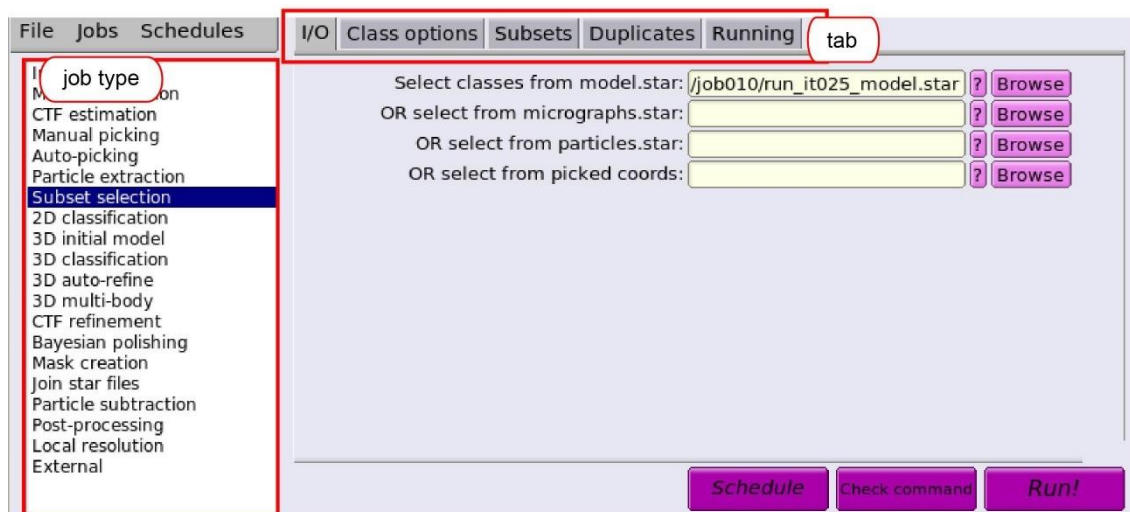

図 2.6 : Subset selection
2.3 で計算した自動ピックアップ用のテンプレートですが、実際に確認してもらった通り様々なクラス平均像が混じっています。そこでテンプレートとして適切な画像のみ選択する操作が必要になります。左側の job-type ブラウザーの **Subset selection** をクリックすると、画面が変化します (図 2.6)。